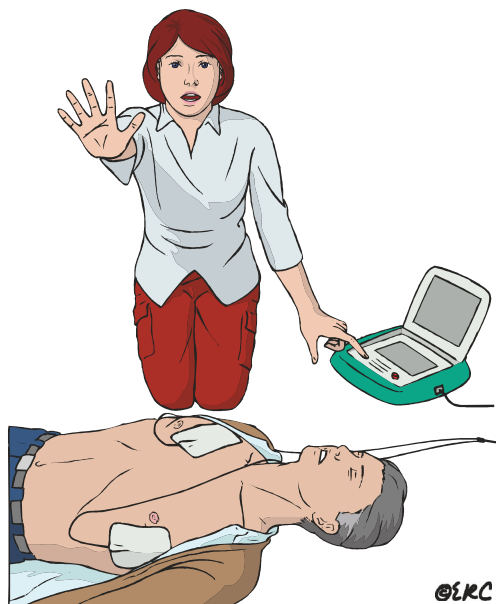

Рисунок 33 — Во время нанесения разряда никто не должен касаться пострадавшего во избежание поражения электрическим током
- ◆ во время дефибриллирующего *разряда* никто не должен касаться пострадавшего во избежание поражения электрическим током (рисунок 33 (стр. 55), см. п. 5.1.5.4 (стр. 56));